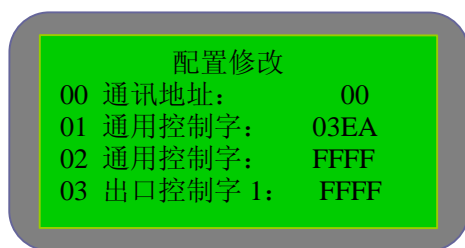

图 5-4-2
- 2) 配置：在“设置”中选择“配置”，进入图 5-4-2 所示界面，修改配置方法与修改定值相同，固化配置和密码为 8888。